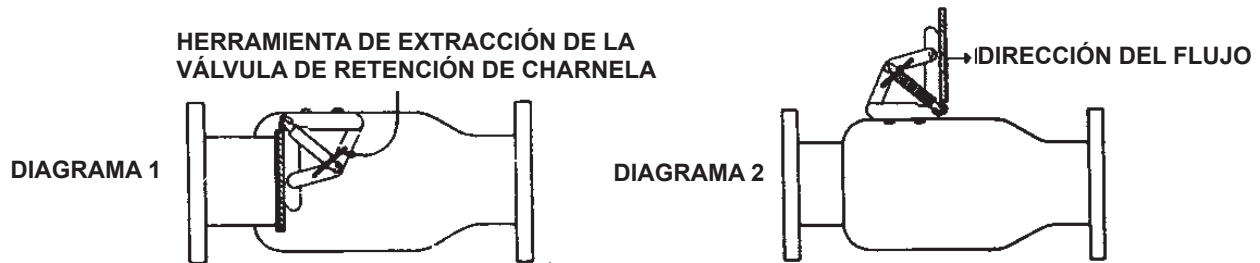
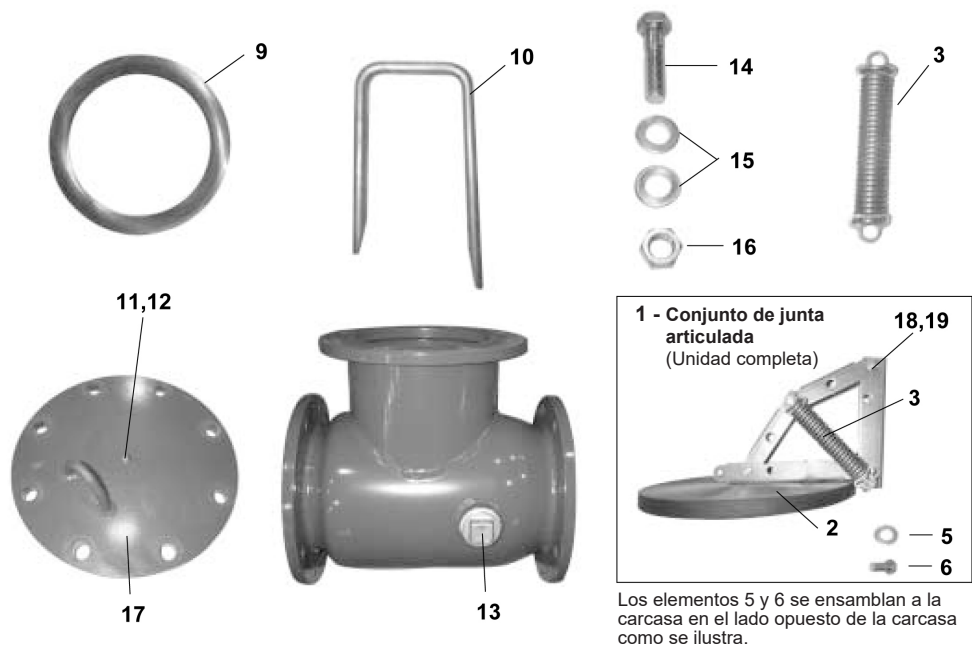

Figura 3: Herramienta de extracción de la válvula de retención de charnela
Figura 5: Válvula de retención
4. Instale la herramienta de extracción de la válvula de retención con charnela de tamaño adecuado (vea el diagrama 1 en Figura 3 y punto 10 en la Figura 5). Asegúrese de que la herramienta sea impulsada a una distancia dentro de 1/2 pulg.